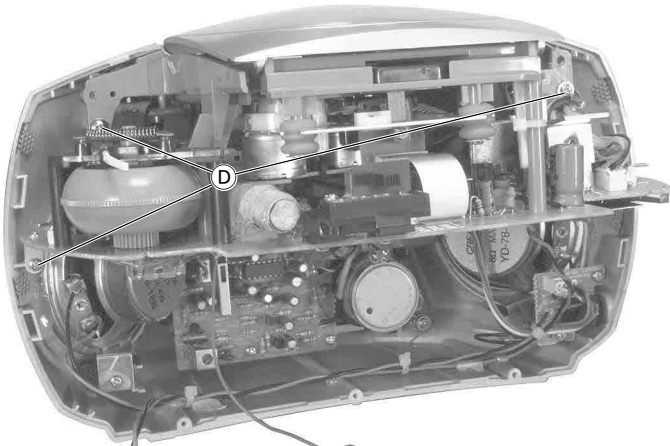

Fig. 3
- 3 Schrauben (D) (Fig. 3) herausschrauben.
- Undo 3 screws (D) (Fig. 3).